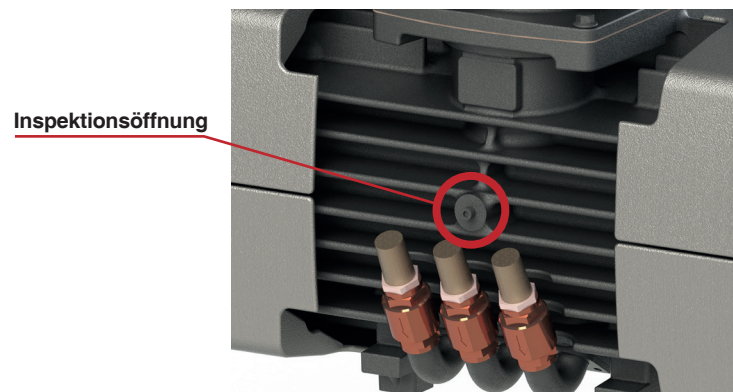

Abbildung 10
- 7) Markieren Sie erneut den Zylinder auf der Höhe des Inspektionslochs (siehe Abbildung 10);